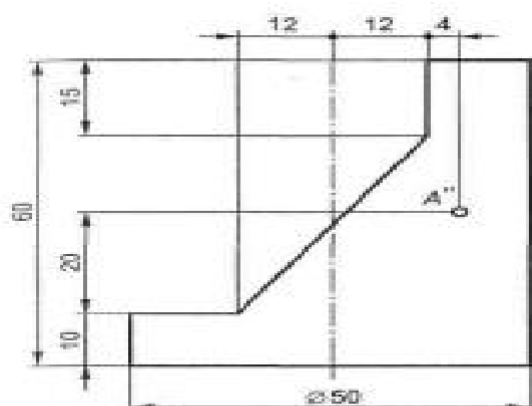

Рис. 26
**2.28.** Построить горизонтальную, профильную проекции цилиндра, пересеченного фронтально-проецирующими плоскостями (рис. 26), и развертку его боковой поверхности. Нанести на развертку положение точки А.